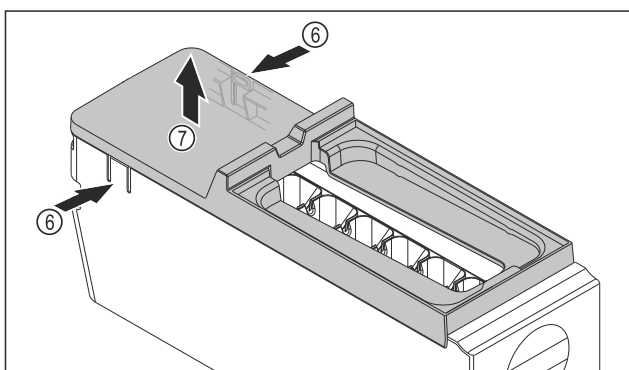

Fig. 164
- Retirer le couvercle du corps de l'EasyTwist-Ice : D'une main, pousser les languettes Fig. 164 (6) des deux côtés du corps de l'EasyTwist-Ice.
- De l'autre main, retirer le couvercle Fig. 164 (7) vers le haut.